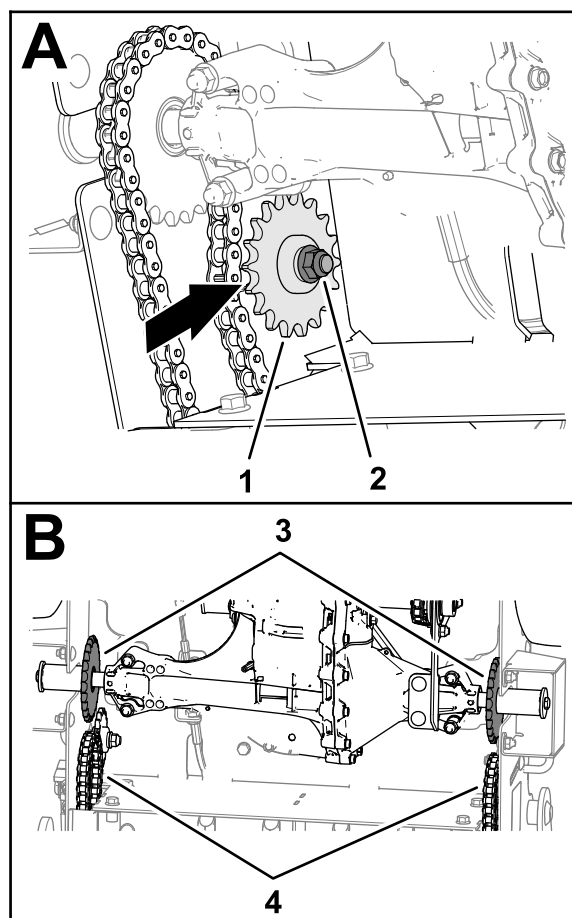

Figura 54
4. Afloje los pernos de cuello cuadrado y las contratuercas con arandela prensada que sujetan los piñones tensores de las cadenas de transmisión de los taladros en cada lado de la máquina, y aleje el piñón de la cadena (Figura 54).
5. Retire los conectores de las cadenas de transmisión de los taladros, y retire la cadena de transmisión de los piñones de transmisión de los taladros delanteros (Figura 54).